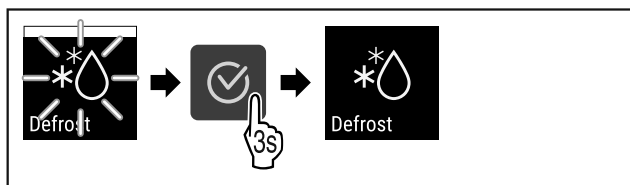

Fig. 86
- Hajtsa végre a művelet lépéseit (lásd Fig. 86).